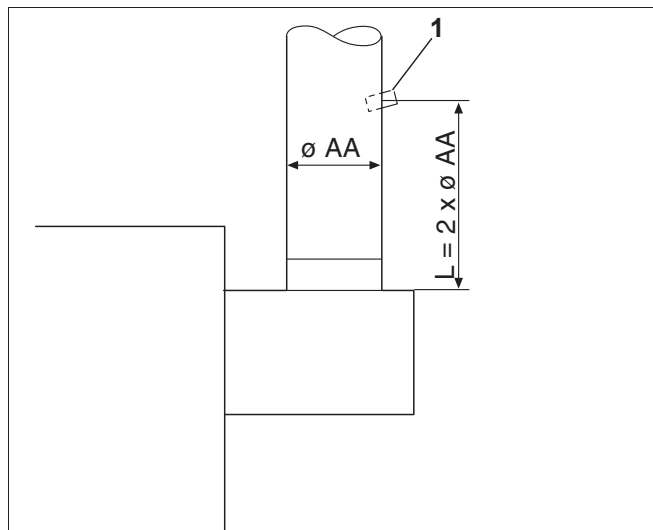

Рис. 28 Проведение замеров
Для проведения приведенных далее измерений нужно на присоединительном участке системы дымовых газов сделать отверстие для замеров (рис. 28, **поз. 1**). Расстояние от прерывателя тяги должно быть равно двум диаметрам дымовой трубы (AA).
- Точку замера на присоединительном участке (рис. 28, **поз. 1**) разместить на стороне, отвернутой от котла. Для этого просверлить отверстие диаметром 8 мм.